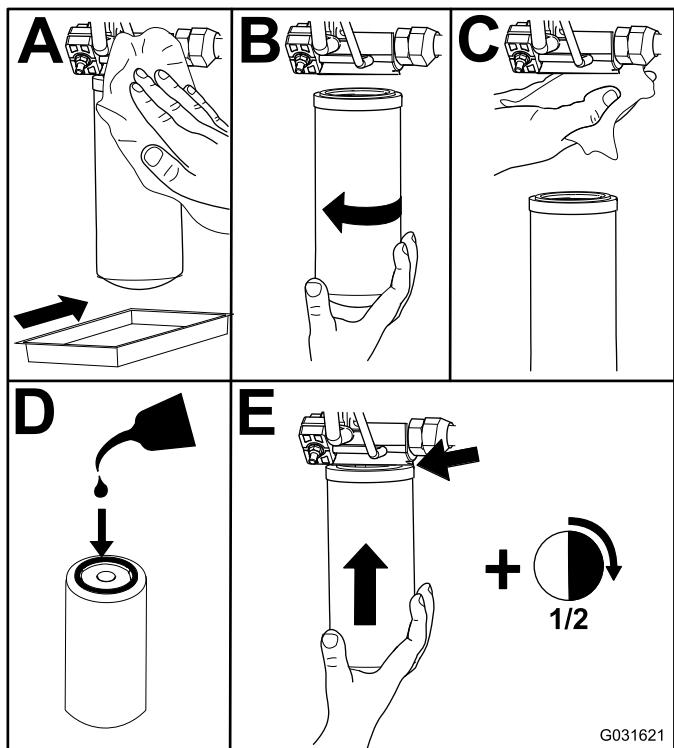

图70
2. 如图70 所示更换液压升降舱中的填充液压过滤器。
4. 更换位于机器右侧的回流过滤器 **图70**。